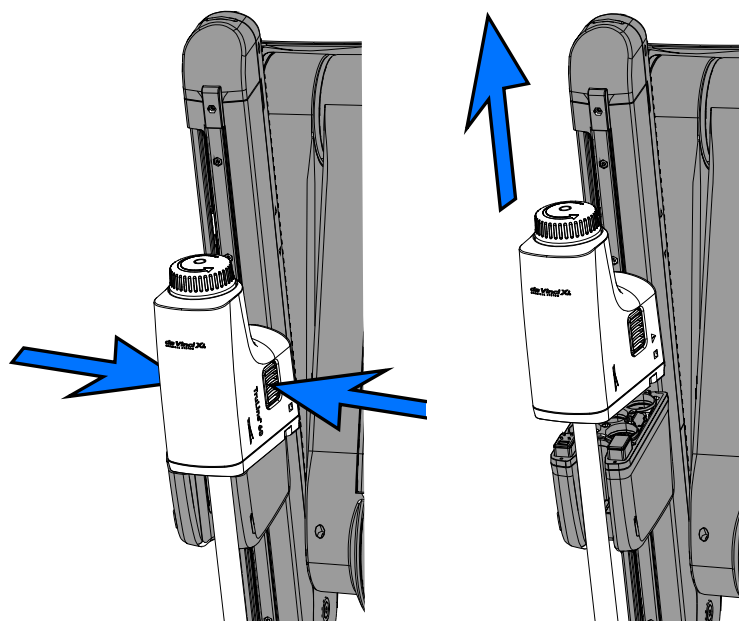

Figura 2.25 Remoção do instrumento
2. Aperte os botões de liberação no invólucro e retire cuidadosamente o grampeador conforme mostrado em Figura 2.25.